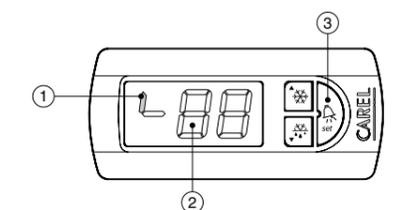

Fig. 4
**Allarme HA:** il display LED 2 (Fig. 4) mostra il codice d'allarme HI lampeggiante alternato con il valore della temperatura, il LED d'allarme 3 viene acceso e si attiva il segmento del digit più significativo in alto 1. Se presenti si attivano anche buzzer e relè d'allarme.
**HA Alarm:** the LED display 2 (Fig. 4) shows the HI alarm code flashing and alternating with the temperature value, the alarm LED 3 lights up and the top segment of the first digit is activated 1. If present, the buzzer and the alarm relay are activated.